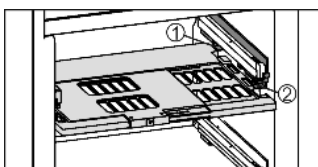

Fig. 9
- ▶ Założyć płytę regulacji wilgotności: Ramiona pokrywy płyty wprowadzić od dołu do tylnego uchwyty Fig. 9 (1) i zazębić z przodu w uchwycie Fig. 9 (2).